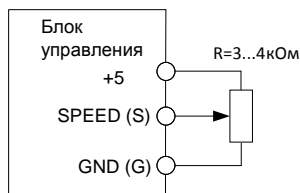

Рис. 6. Регулирование скорости в ручном или угла положения в следящем режиме с использованием внешнего потенциометра
- **В ручном режиме работы A0 (P0=A0)** регулируйте скорость вращения потенциометром SPEED, либо внешним потенциометром, подключенным к входам "+5", "S" и "G" разъема Г (см. рис.1), либо источником аналогового сигнала 0...+5В подключенного согласно рис.6. Включение и выключение осуществляется либо кнопкой START/STOP, либо наличием/отсутствием сигнала на входе ENABLE. При использовании внешнего потенциометра встроенный должен быть выкручен в положение '0'.